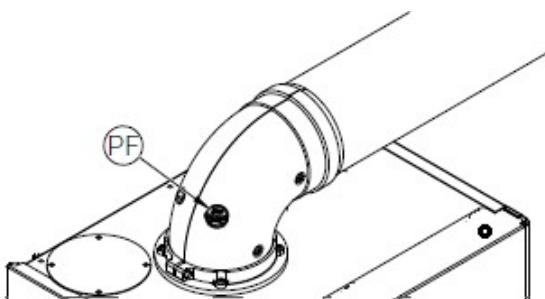
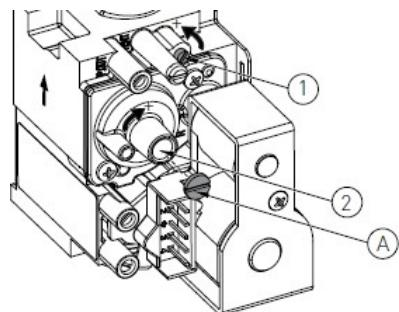

Рисунок 6.3
Рисунок 6.4
- Вставьте зонд анализатора дымовых газов (*Рисунок 6.3*) в соответствующий штуцер анализа дымовых газов «PF», после чего проверьте, соответствует ли значение CO₂ тому, что приведено в главе «Технические характеристики», в противном случае открутите защитный винт «A» и отрегулируйте при помощи ключа шестигранника на 4 винт «2» регулятора смещения (*Рисунок 6.4*). Для того чтобы увеличить значение CO₂, необходимо вращать винт по часовой стрелке, а чтобы его уменьшить – против часовой стрелки. После завершения регулировки закрутите защитный винт «A» на регуляторе смещения.
- Проверьте, соответствует ли значение CO₂ тому, что приведено в главе «Технические характеристики», в противном случае отрегулируйте винт «1» регулятора подачи газа (**Рисунок 6.4**). Для того чтобы увеличить значение CO₂, необходимо вращать винт против часовой стрелки, а чтобы его уменьшить – по часовой стрелке.